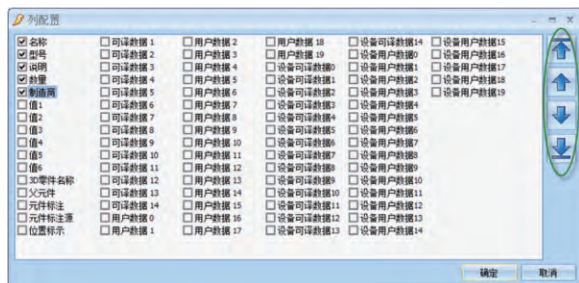

图 7
(3)  【列配置】可以直观选择添加或去除列，当选一个属性时，还能调整该列属性的排序，如图 7 所示。